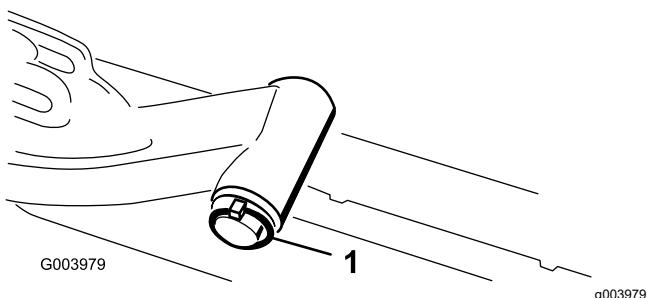

Figura 8
- A. Togliete l'acciarino e la rondella che fissano l'albero di articolazione al braccio di sollevamento, ed estraete l'albero dal braccio di sollevamento (Figura 8).
- Inserite l'albero del braccio di sollevamento nel braccio di sollevamento, e fissatelo con la rondella e l'acciarino (Figura 8).